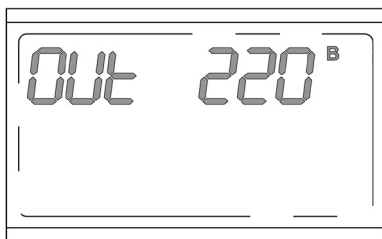

Рисунок 16. ЖК-дисплей в режиме настройки выходного напряжения
1. Двойным быстрым нажатием кнопки  перевести ЖК-дисплей в режим настройки выходного напряжения (**рисунок 16**).